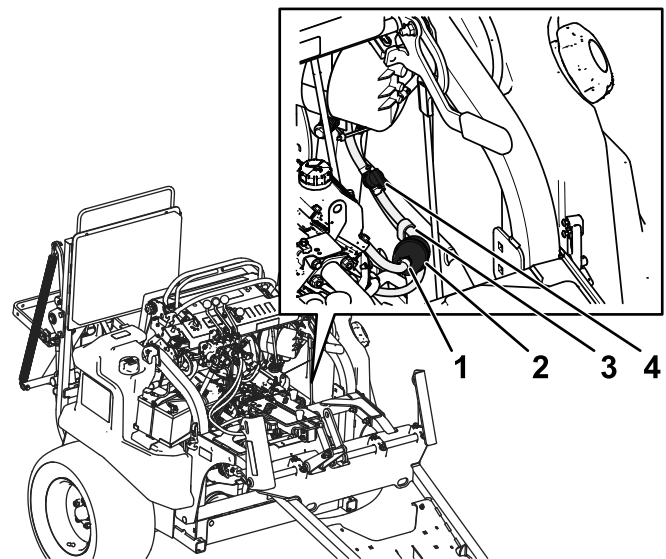

Figura 85
7. Bloquee los tubos de combustible en ambos lados del filtro de combustible (Figura 85).
8. Apriete los extremos de las abrazaderas y deslícelas por el tubo alejándolas del filtro (Figura 85).